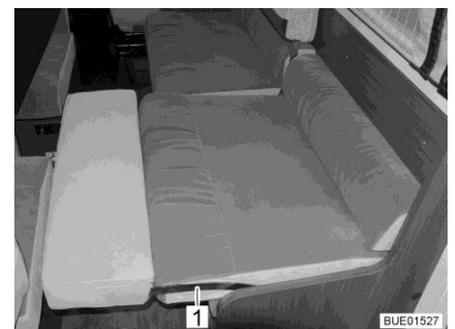

Fig. 99 Ajuste del cojín de nuca
- Presionar el cojín del asiento ligeramente hacia el interior en la zona de giro del arco metálico (Fig. 99,1).